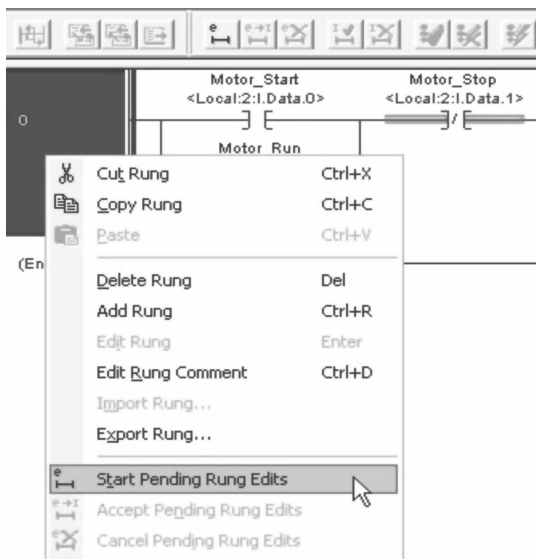

图 8-1 选择“Start Pending Rung Edits”
1. 右键单击梯级零左侧的蓝色区域，并选择“开始待决梯级编辑”（Start Pending Rung Edits），如图 8-1 所示。